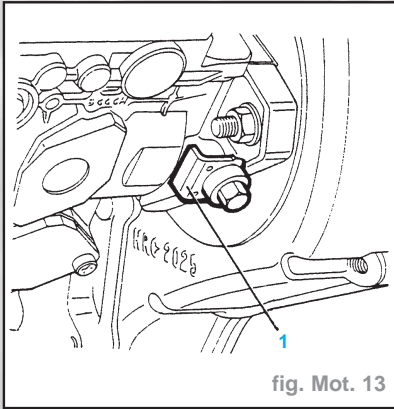

fig. Mot. 13
- Retirer la plaque de retenue (1) et bloquer la pompe (Fig. Mot. 13).